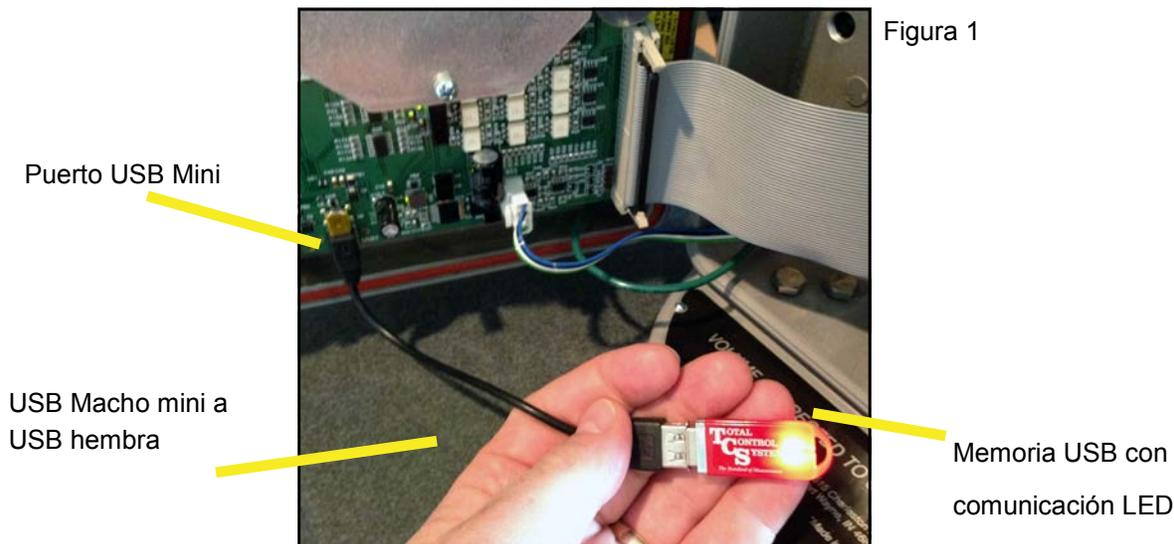

Figura 1
2. Abra el registro TCS 3000. En la tapa del registro, hay 2 conectores USB mini. Usando un cable USB suministrado por la fábrica, conecte la memoria USB al puerto USB más cercano al interior del registro. Este puerto es el más alto en el tablero de circuitos. Vea figura 1.
3. Enchufe el cable USB en el puerto USB y luego inserte la unidad de almacenamiento USB en el cable acoplador (ver figura 1).